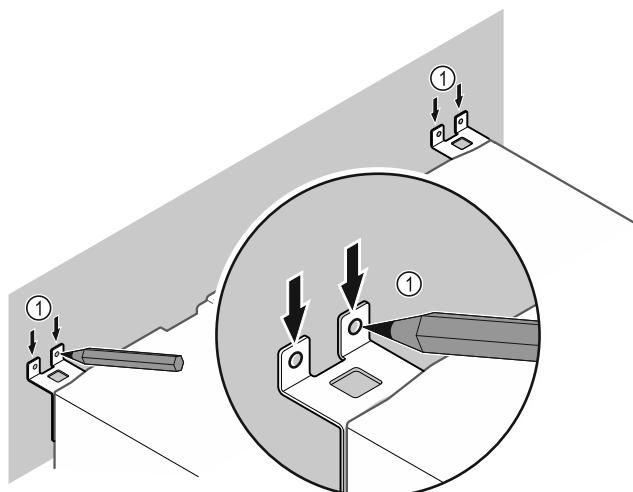

Fig. 11
- Na stenzi narišite oznake Fig. 11 (1).